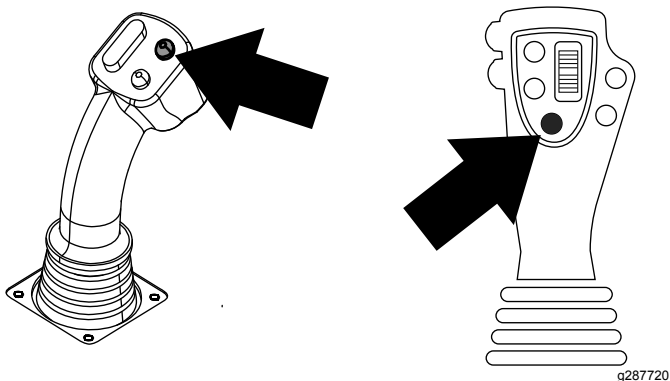

Figure 18
6. Maintenez enfoncé le bouton inférieur gauche sur le levier de commande à 8 boutons ou sur le bouton supérieur sur le levier de commande à 4 boutons pour saisir la tige (Figure 18) et Figure 19), puis relâchez le bouton.